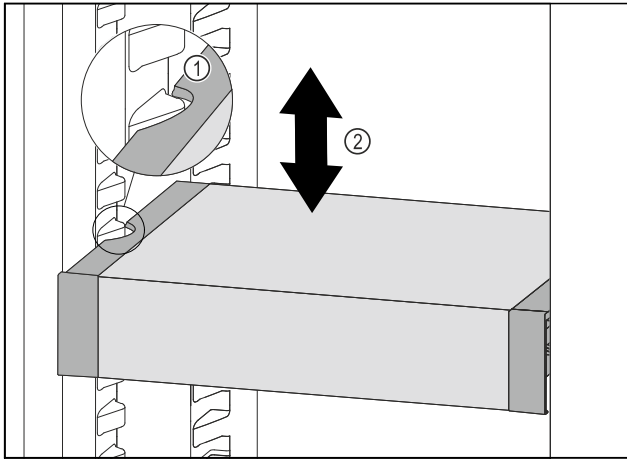

Fig. 132
- Tirer le VarioSafe vers l'avant jusqu'à ce que les encoches latérales du VarioSafe soient à la hauteur de la nervure du bac dans la partie réfrigérateur. Fig. 132 (1)
- Déplacer le VarioSafe vers le haut ou vers le bas dans la partie réfrigérateur jusqu'à ce que la hauteur souhaitée soit atteinte. Fig. 132 (2)